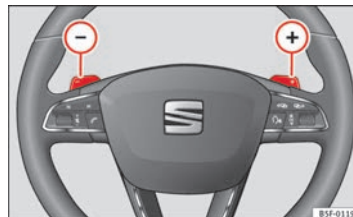

Fig. 96 Volant : palettes pour boîte automatique
- Appuyez sur la plaquette (+) pour passer une vitesse supérieure ⇒ fig. 96.